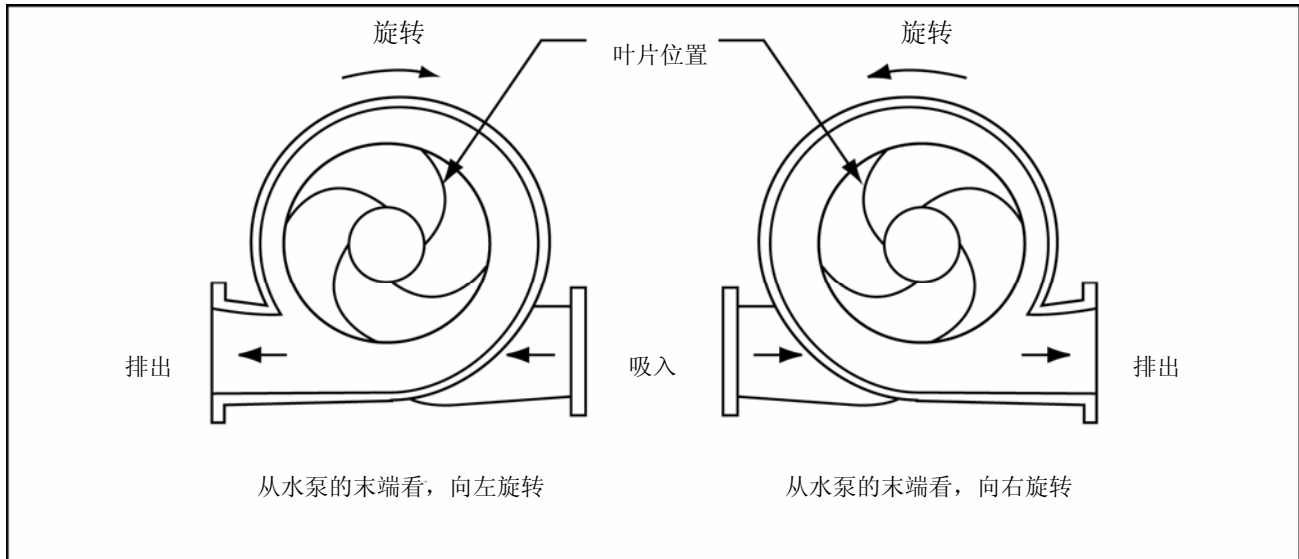

图 52: 泵轮至涡壳的位置
参考图 52，继续操作前，先检查叶轮、轮轴和涡壳的位置是否正确，以实现所需的旋转。
3. 将（压配安装的）泵轮用力压出轮轴。观察叶片尖端指示的方向。将泵轮旋转 180° ，将其重新压配安装到轮轴。将参考**安装盖板和轮轴组装体的组装程序**部分。此时，叶片尖端应指示相反的方向（见图 52）。
4. 根据**安装盖板和轮轴组装体的组装程序**部分的说明，重新安装旋转组装体。根据图 52，检查泵轮至涡壳的关系。